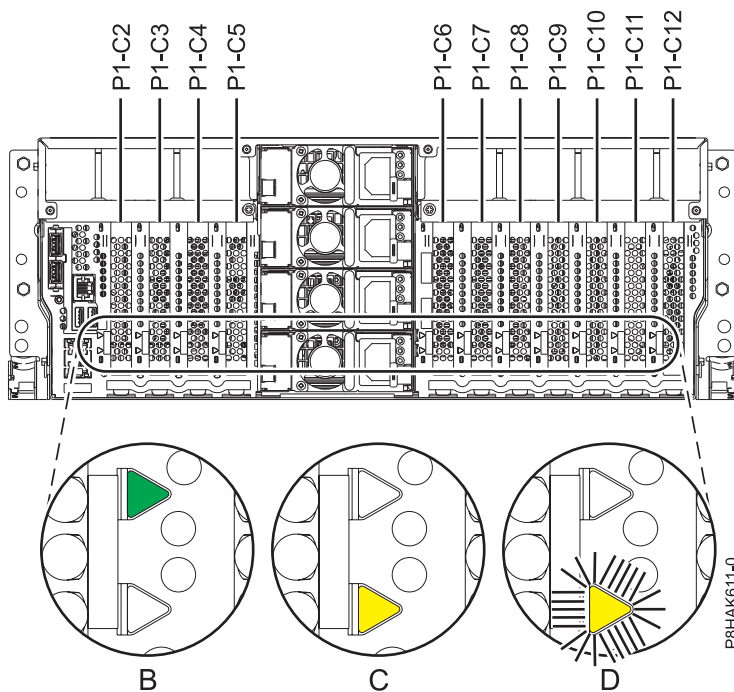
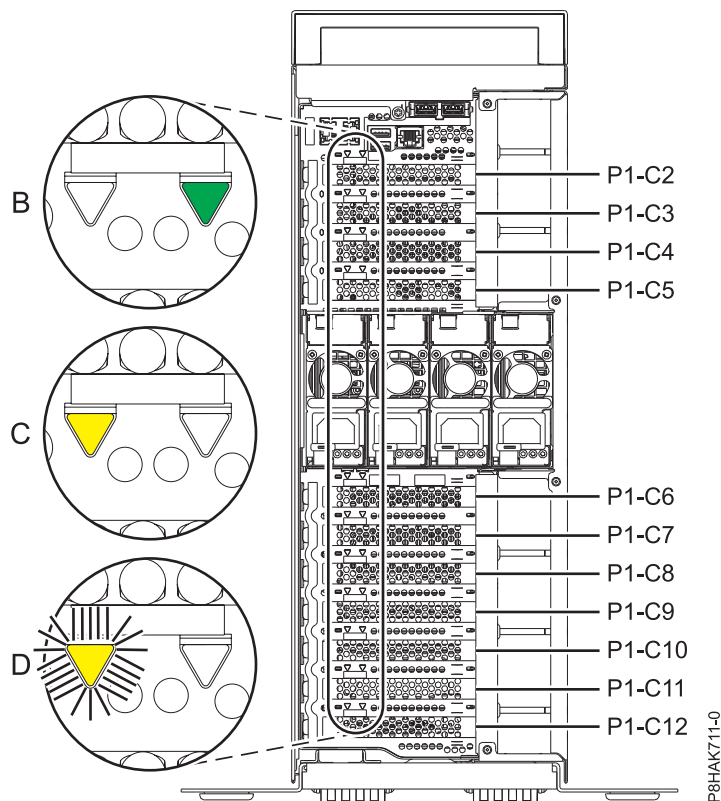

Abbildung 68. Positionen der PCIe-Adaptersteckplätze und Positionen der LEDs in einem Einschubsystem
Abbildung 69. Positionen der PCIe-Adaptersteckplätze und LEDs in einem eigenständiges System vom Typ 8286-41A
Wenn Sie einen fehlerhaften PCIe-Adapter warten, suchen Sie nach der blinkenden gelben Anzeige für den fehlerhaften PCIe-Adapter, die Sie bei dem Schritt zum Ermitteln des fehlerhaften Teils auf Blinken gesetzt haben. Abb. 68 und Abb. 69 auf Seite 79 zeigen den Status der Anzeigen. Beachten Sie, dass die gelbe Anzeige für den fehlerhaften PCIe-Adapter **blinkt**, wie unter (D) in Abb. 68 und Abb. 69 auf Seite 79 dargestellt.
Achtung: Wenn der PCIe-Adapter ordnungsgemäß funktioniert, ist die grüne Aktivitätsanzeige **AN** und die gelbe Fehler-LED **AUS**, wie unter (B) in Abb. 68 und Abb. 69 auf Seite 79 dargestellt. Versuchen Sie nicht, den funktionierenden PCIe-Adapter auszubauen.